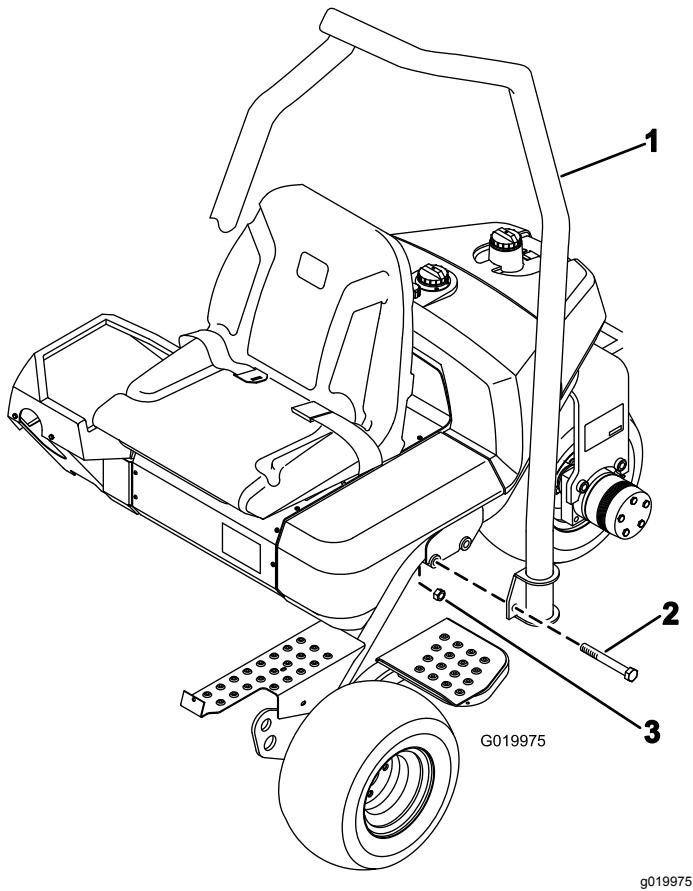

Figure 7
1. Positionnez le ROPS de sorte que la partie courbe en haut du tube soit dirigée vers l'avant de la machine (Figure 7).
2. Abaissez le ROPS sur le cadre en l'alignant sur les trous de fixation (Figure 7).
3. Fixez chaque côté du ROPS au châssis avec (2) boulons (5/8 x 4½ po) et contre-écrous, comme montré à la Figure 7. Serrez à un couple de 183 à 223 N·m.